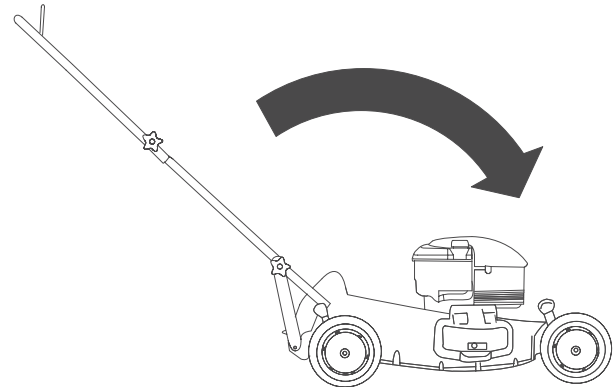

Figura 36
3. Doble el manillar hacia adelante (Figura 36).